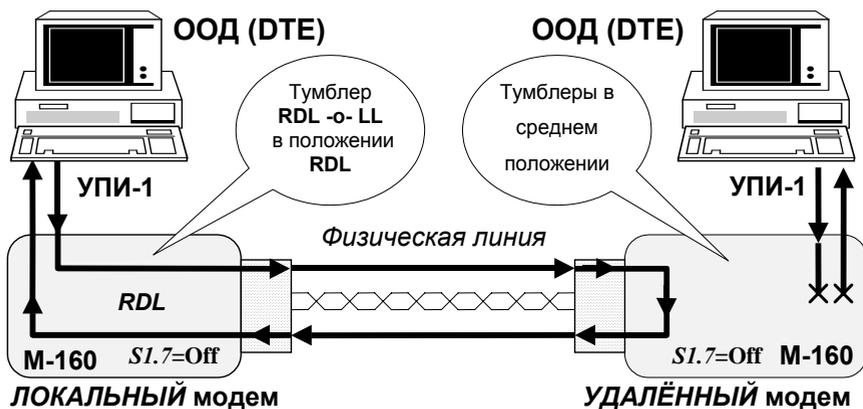

Рис. 10 Проверка Удаленный шлейф (RDL)
Проверка *Удаленный шлейф (RDL)* устанавливает заворот данных (шлейф) на **УДАЛЕННОМ** модеме в сторону **ЛОКАЛЬНОГО** модема. Проверка *Удаленный шлейф (Remote Digital Loopback)* обеспечивает возможность полной проверки канала передачи данных, образованного с помощью двух модемов М-160. Рис. 10 иллюстрирует принцип проверки *Удаленный шлейф (RDL)* для одного направления. Модем позволяет выполнить проверку канала передачи данных как с помощью внешнего ООД (DTE), так и в автономном режиме с помощью встроенного анализатора – **BER**-тестера.
Для организации проверки канала передачи данных в режиме *Удаленный шлейф (RDL)* с помощью ООД (DTE) необходимо подключить модемы и установить микропереключатели в требуемое положение (микропереключатель *S1.7=Off*). Затем на одном модеме, назовем этот модем **ЛОКАЛЬНЫМ**, необходимо установить тумблер **RDL-o-LL** в положение **RDL**. На другом модеме, см.Рис. 10, назовём его **УДАЛЕННЫМ**, тумблеры должны находиться в среднем положении (рабочий режим).
1. ЛОКАЛЬНЫЙ модем переводит выходную цепь *DCD* УПИ-1 в пассивное состояние, гасит индикатор **CD**, затем переводит УДАЛЕННЫЙ модем в режим заворота данных в физическую линию, см.Рис. 10.